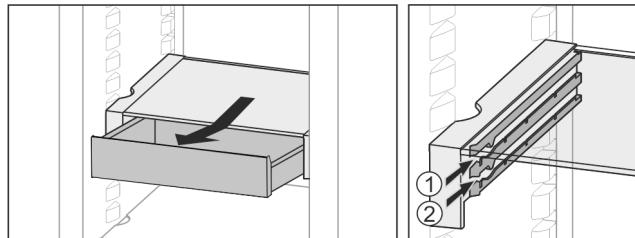

Fig. 34
- Вкарайте го на височина по избор Fig. 34 (1) или Fig. 34 (2).